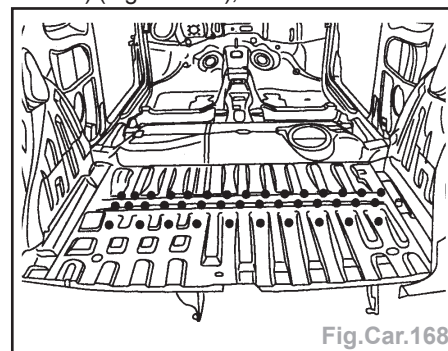

Fig.Car.168
- par points électriques (avec l'équipement FA1) (Fig.Car.168),